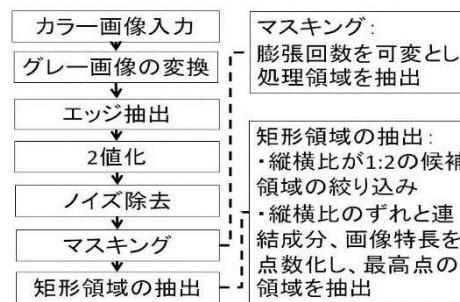
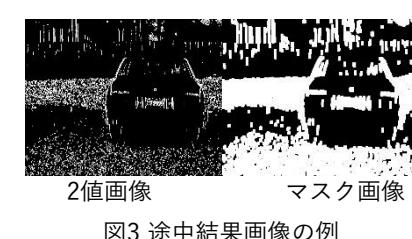

図2 ナンバープレート抽出の処理手順
図3 途中結果画像の例
- 距離検出：自動車画像（図1）からナンバープレート領域画像を抽出し、その後図2、図3に示す処理により、候補領域を絞り込みます。次に、ナンバープレートの幅と高さ及びその比により、車載カメラから車までの距離を算出します。